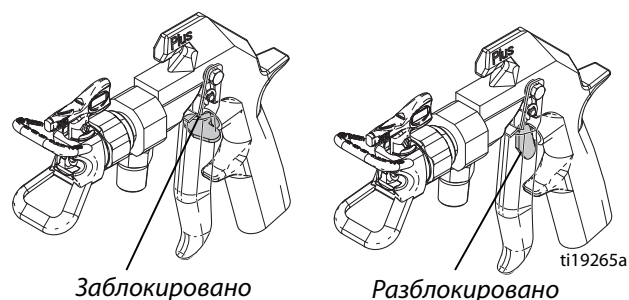

Рис. 1. Положения блокиратора пускового курка
1. Для включения блокиратора пускового курка пистолета поверните блокиратор таким образом, чтобы он был установлен перпендикулярно корпусу пистолета. См. Рис. 1.
2. Для выключения блокиратора пускового курка пистолета нажмите и поверните блокиратор таким образом, чтобы он был установлен параллельно корпусу пистолета. См. Рис. 1.